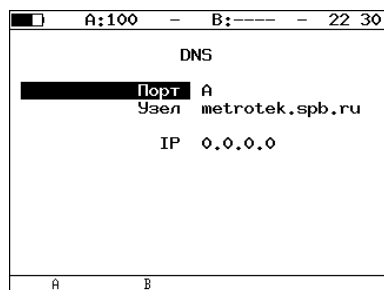

Рис. 7.74. Меню «DNS»
2. Перейти в меню «DNS» (см. рис. 7.74).
Пример результатов тестирования представлен на рис. 7.74.